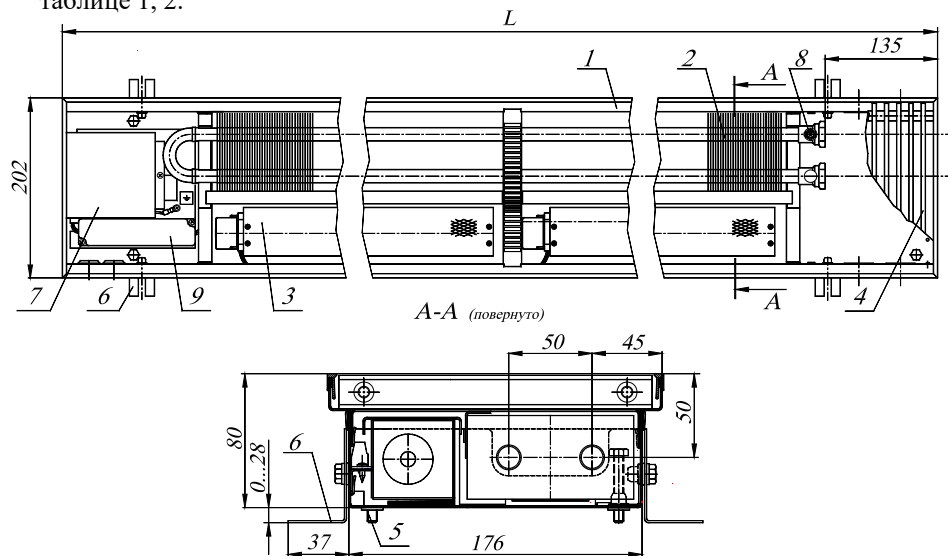

Рис.1 Конвектор КVK24 20.08.060...310-ВКП (ВУП)-П
- 4.1. Конвекторы имеют следующие основные элементы (см. рис.1, 2):
4.3. Размеры и технические характеристики изделий представлены на Рис.1, 2 и в таблице 1, 2.